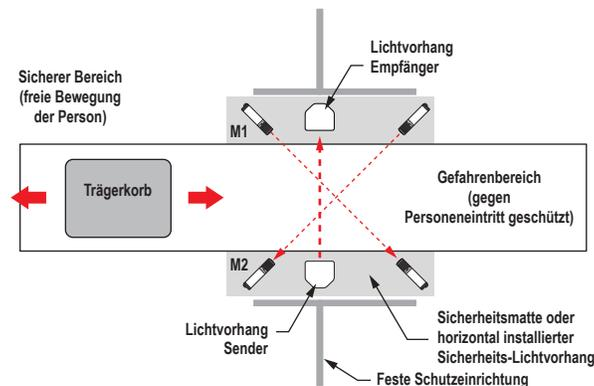

Abbildung 30. Zugangs-/Ausgangs-Sicherung mit X-Muster mit zwei Einweglichtschranken-Paaren als Muting-Vorrichtungen
**WARNUNG:** Es darf nicht möglich sein, dass eine Person beide optoelektronischen Strahlen (z. B. gestrichelte diagonale Linien in Abbildung 30) blockiert und einen Muting-Zustand hervorruft. Kontrollieren Sie die Installation, um sicherzustellen, dass versehentliches Muting nicht möglich ist. Der Schnittpunkt der optoelektronischen Strahlen muss sich im Gefahrenbereich befinden und darf für Personen nicht zugänglich sein (durch Über-, Unter-, Durch- oder Umgreifen).